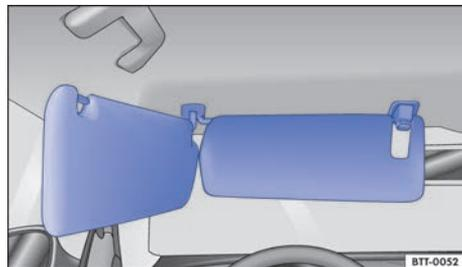

Fig. 106 En el revestimiento interior del techo: parasol doble para el conductor:
- Una vez girados hacia las puertas se pueden desplazar longitudinalmente hacia atrás → fig. 106.